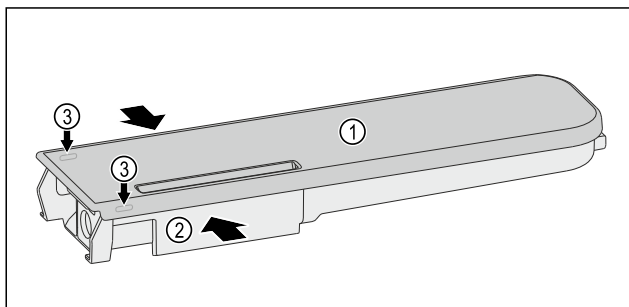

Fig. 134
- Stlačte zásobník na vodu Fig. 134 (2) a veko Fig. 134 (1) opatrne vypáčte a vytiahnite nahor cez západkové výstupky Fig. 134 (3).
- Vekom Fig. 134 (1) zľahka pohybujte sem a tam a odoberte ho smerom nahor.